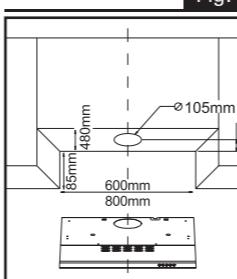

Fig. 10
- Encostar o exaustor no armário suspenso e inserir 4 parafusos operando pela parte interna do aparelho para perfuração do armário suspenso (Fig.10). Esses 4 parafusos não são fornecidos com o produto.